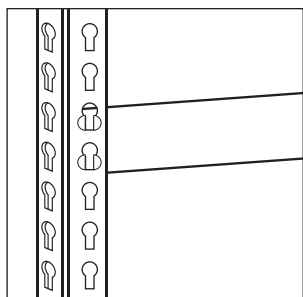

Рис. 2. Сборка стойки и стяжки
2. Возьмите стойку и металлическую стяжку, длина которой будет соответствовать длине стеллажа и установите ее на стойке на необходимой высоте с внутренней стороны стойки, вставив «зацепы» стяжки в круглые отверстия стойки, а затем, приложив усилие, опустите ее вниз до упора (рис. 2).